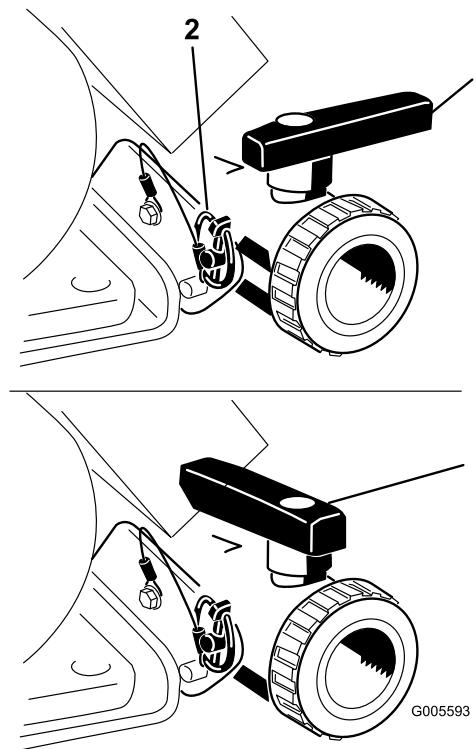

Figure 21
Ouvrez le robinet pour vidanger tout produit restant dans la cuve et éliminez le produit en conformité avec la réglementation locale et les instructions du fabricant du produit (Figure 21). Une fois la vidange terminée, enlevez du support la goupille à anneau qui fixe le robinet de vidange à la machine et laissez le robinet reposer sur le sol. Cela permet au liquide encore présent dans la canalisation d'être vidangé.
3. Lorsque la cuve est complètement vide, fixez le robinet au châssis avec la goupille à anneau enlevée précédemment et fermez le robinet de vidange (Figure 21).